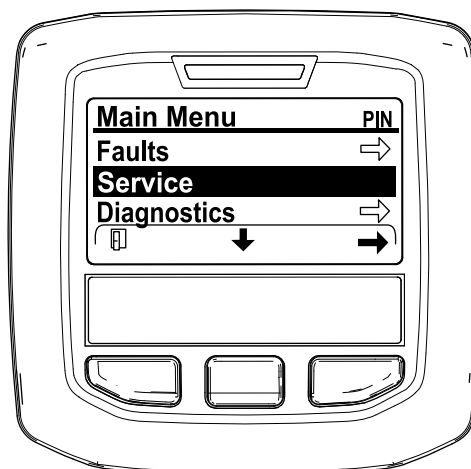

図 26
2. メインメニュー MAIN MENU 画面で、中央ボタンを押して整備 SERVICE メニューへ移動し、右ボタンで整備 SERVICE を選択する 図 26。